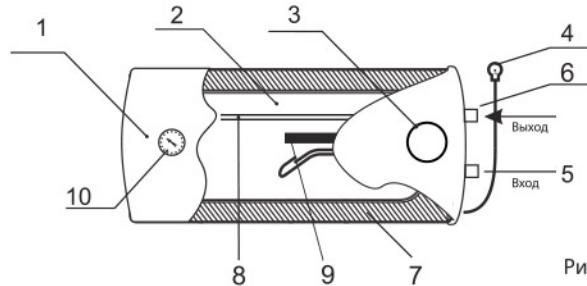

Рис. 1
4. ОПИСАНИЕ ВОДОНАГРЕВАТЕЛЯ (рис. 1)